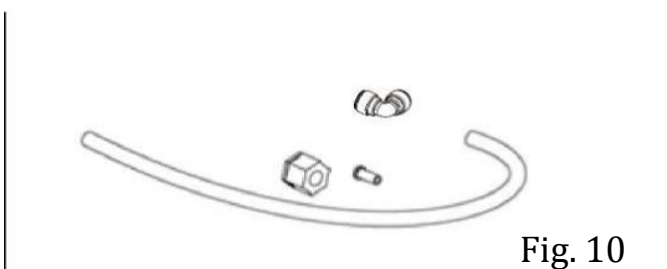

Fig. 10
8.1. Vérifiez qu'aucune pièce ne manque (tuyau flexible, élargisseur de tuyauterie, siphon et vis). (Fig. 10)